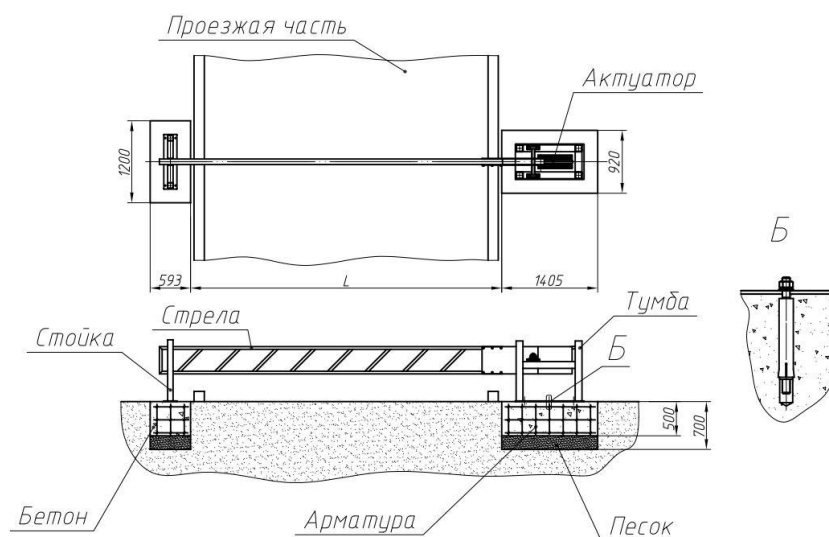

Рисунок 6
4.1.7 Установить шлагбаум на фундамент и произвести разметку отверстий под анкерные болты (рис. 6).
4.1.9 Закрепить при помощи клиновых анкерных болтов М14 (рис. 6).